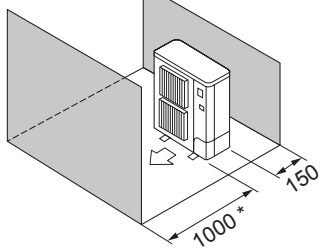

Fig. 2-11
- ⑤ Obstáculos sólo en la parte delantera y trasera (Fig. 2-11)